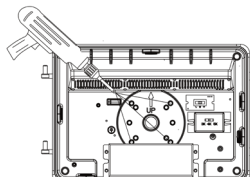

Fig. 1.3
3. Utiliser une perceuse électrique pour percer les trous de montage sur la plaque de montage du luminaire (Fig. 1.3).